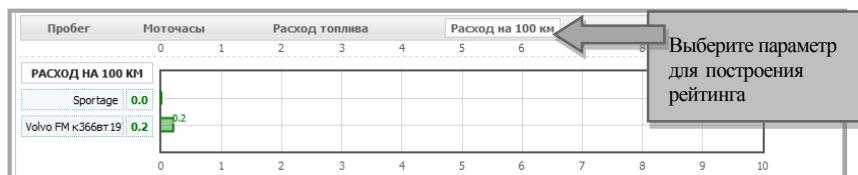

Рисунок 90
**Рейтинг по расходу топлива на 100км** (Рисунок 90)